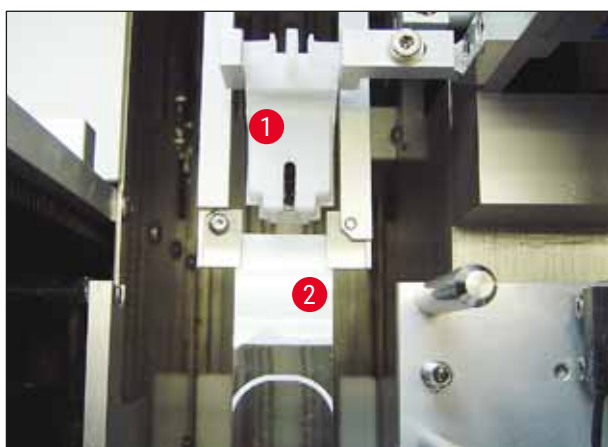

Fig. 24
1. Sørg til sidst for, at griberen (→ Fig. 24-1) ved sine bevægelser ikke kolliderer med dispensernålrenseren (→ Fig. 24) og/eller det objektglas, der transporteres (→ Fig. 24-2).